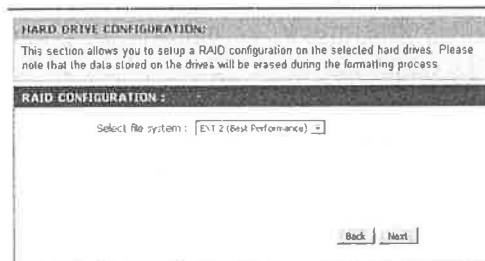

Figura 33: Configuración RAID
- Figura 33: Seleccionar EXT 2 (Best Performance) en caso de que se solicite